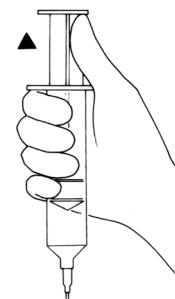

Figura 4-4a. Aspire el aire
5. Aspire el aire que queda en el manguito hasta que note una ligera resistencia en el émbolo. (**Figura 4-4a**)